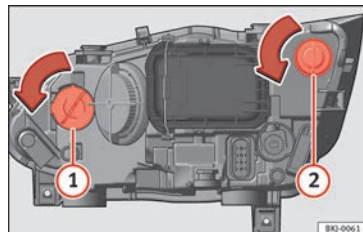

Abb. 113 Im Motorraum: Glühlampe Blinker ① und Glühlampe Tagfahrlicht / Standlicht ②.
- Drehen Sie den Lampenträger » **Abb. 113** ① oder ② nach links und ziehen Sie.